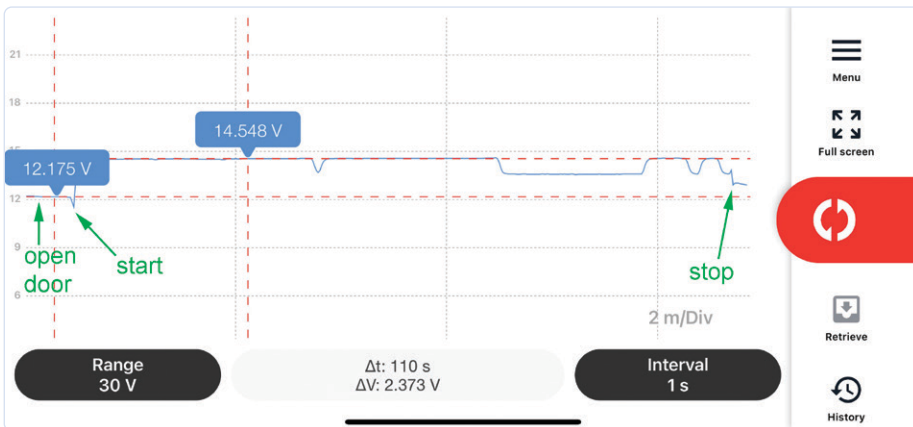

Bild 13. Plot des Datenloggers: Sieben Minuten im Leben meines Autoakkus im 1-s-Takt.
**Bild 13** zeigt, was sich bei der siebenminütigen Fahrt auf der Landstraße tat. Die Spannung schwankt zwischen 11,7 V und 14,55 V. Beim Anschließen von Pokit betrug die Bordspannung genau 12,23 V. Am Anfang sieht man einen schwachen Einbruch auf 12,175 V beim Einsteigen ins Auto, denn da zieht die hydraulische Pumpe zum Aufbau des Bremsdrucks beim Öffnen der Fahrertür für einige Sekunden bis zu 15 A. Beim Start geht die Spannung durch die Aktivierung der kompletten Elektronik kurz unter 12 V und dann wird der Akku geladen. Wenn der Akku voll ist, wird die Ladung beendet und die Akkuspannung sinkt auf etwa 13,4 V. Auch wenn die Ladeschlussspannung für meinen Geschmack etwas hoch ausfällt – die Kurve von Bild 13 ist ganz schön aufschlussreich. Für solche Einblicke ist der Logger also sehr gut geeignet und bei weitem genau genug.